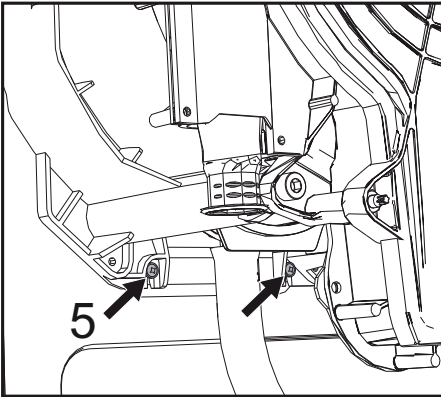

fig. 50
- Slăbiți cele 2 șuruburi **inferioare „5”** de fixare a schimbătorului de cadru (fig. 50)